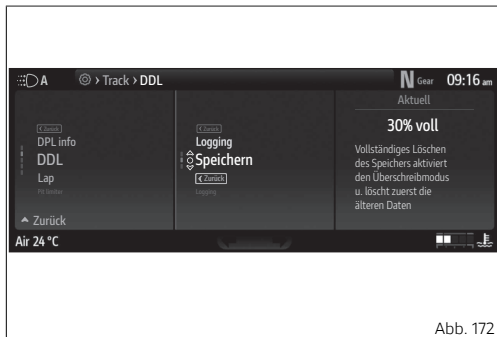
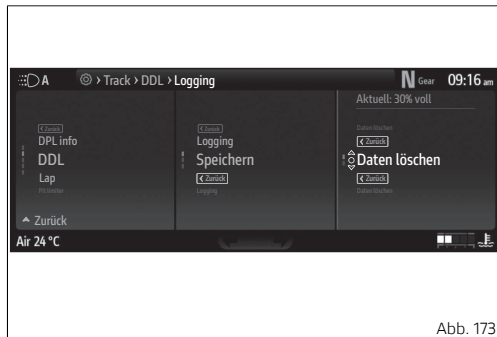

Abb. 172
Abb. 173
- Die Angabe „Speichern“ (Abb. 172 S.225) markieren.
Um aufgezeichnete Daten zu löschen, nach Markieren der Angabe „Speichern“ (Abb. 172 S.225) die Taste **o** drücken, daraufhin wird die Angabe „Daten löschen“ (Abb. 173 S.225) angezeigt. Die Taste **o** erneut drücken, um die Daten zu löschen.